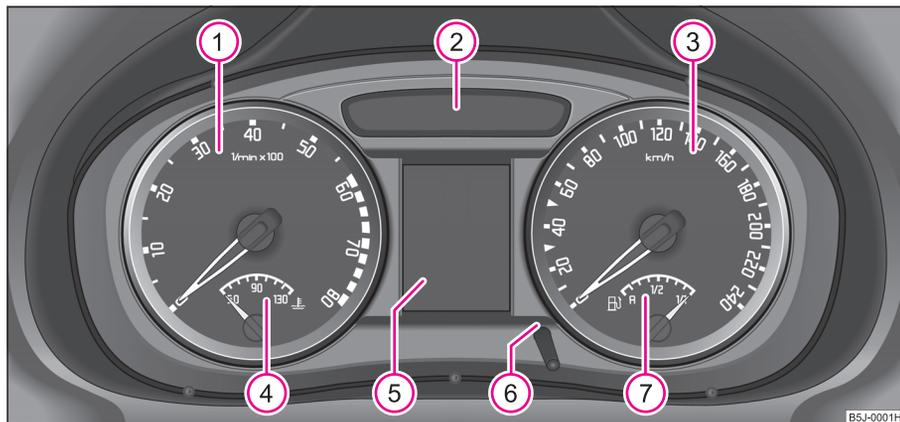
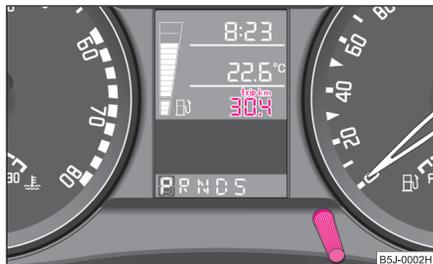

Fig. 2 Cuadro de instrumentos
Fig. 3 Display: Contador de kilometraje recorrido
El comienzo de la zona roja en el cuentarrevoluciones ① ⇒ fig. 2 marca el número de revoluciones máximo admitido para todas las marchas del motor rodado y a temperatura de servicio. Antes de alcanzar esta zona, Vd. debería cambiar a la marcha inmediatamente superior o elegir la posición **D** de la palanca selectora del cambio automático.
El indicador de la temperatura del líquido refrigerante (4) ⇒ página 10, fig. 2 funciona sólo con el encendido conectado.
El indicador del nivel de combustible (7) ⇒ página 10, fig. 2 funciona sólo con el encendido conectado.
Pulsando brevemente el botón de reposición (6) ⇒ página 10, fig. 2 Vd. puede conmutar entre el contador parcial y el contador total del trayecto recorrido. A fin de reconocer qué contador para trayecto recorrido se muestra en ese momento, aparecerá por encima del contador parcial **trip** ⇒ fig. 3.
Para poner en hora el reloj hay un botón de reposición en el lado inferior izquierdo, junto al velocímetro ⇒ página 10, fig. 2.